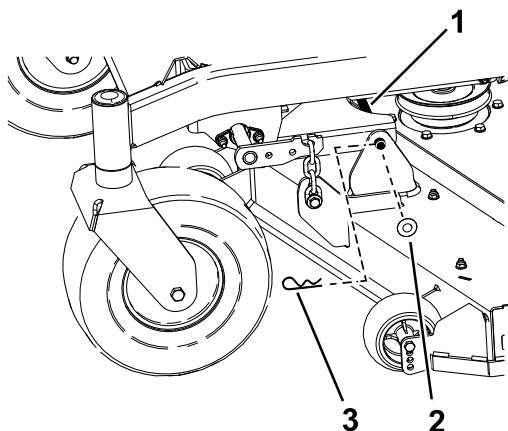

Figura 75
6. Remova o perno de ganho e anilha que prendem o pino de articulação à estrutura e plataforma e remova a barra de ligação (Figura 75).
9. Prenda o pino de articulação com os contrapinos e anilhas removidos previamente (Figura 75).